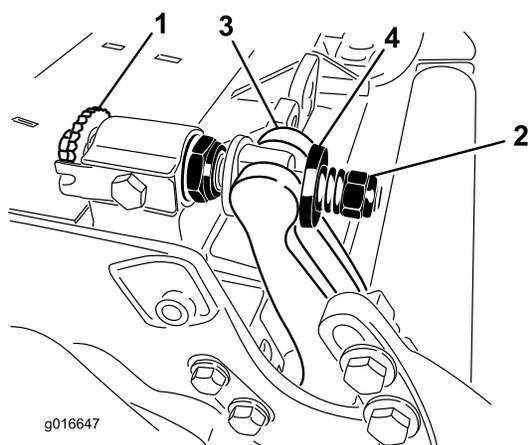

Figura 28
1. Gire el tornillo de ajuste de la barra de asiento, en el sentido contrario a las agujas del reloj, para alejar la contracuchilla del molinete (Figura 28).
2. Afloje la tuerca de tensado del muelle hasta que el muelle deje de presionar la arandela contra la barra de asiento (Figura 28).